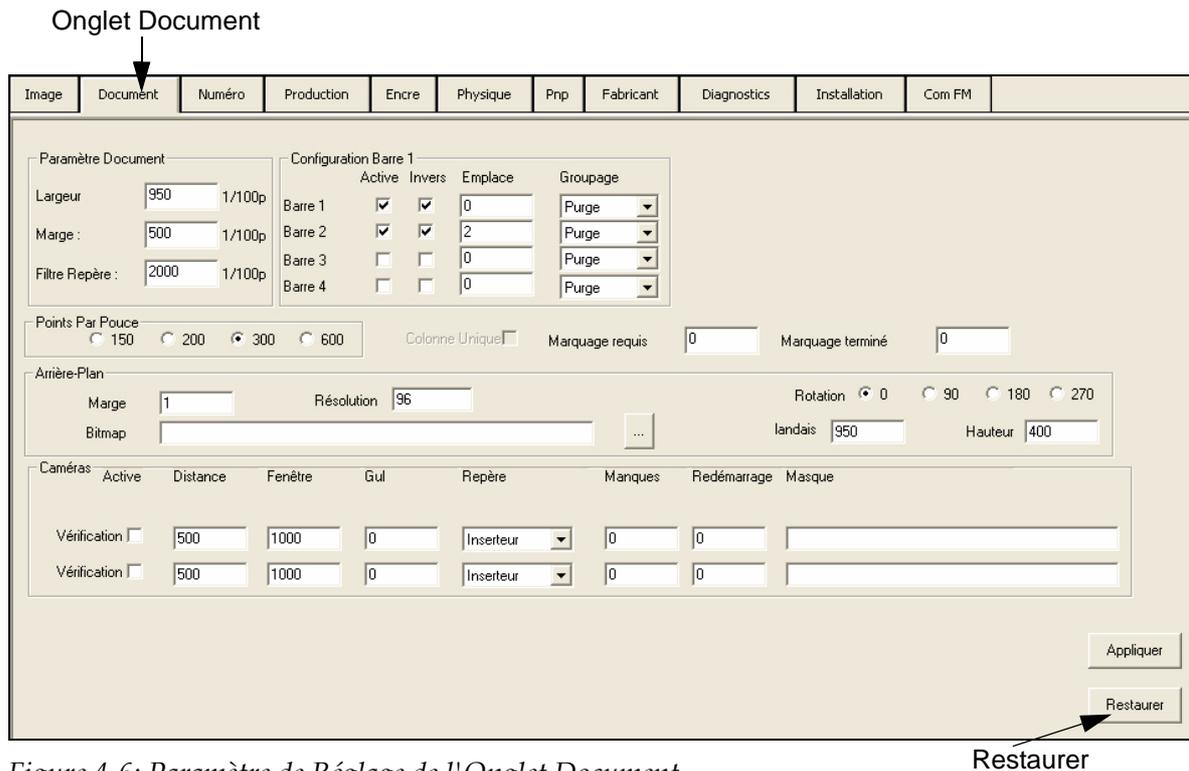

Figure 4-6: Paramètre de Réglage de l'Onglet Document
- 2 Cliquer sur l'onglet *Document*. L'écran de paramétrage du document apparaît (voir Figure 4-6).